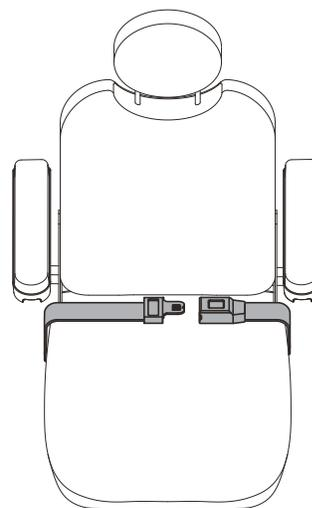

Bild 7. Einstellung des Haltegurts
Ihr Elektrorollstuhl kann mit einem Haltegurt ausgerüstet werden, der zum Komfort des Bedieners verstellt werden kann. **Siehe Bild 7.** Der Haltegurt ist dazu entwickelt, den Bediener zu stützen, so dass dieser nicht den Sitz herunter oder nach vorne rutscht. Der Haltegurt ist nicht zum Gebrauch als Rückhalteeinrichtung geeignet.
1. Nach dem Einsetzen stecken Sie die Metallasche an einer Seite des Gurtes in das Plastikgehäuse auf der gegenüberliegenden Seite, bis Sie einen Klick hören. **Siehe Bild 7.**